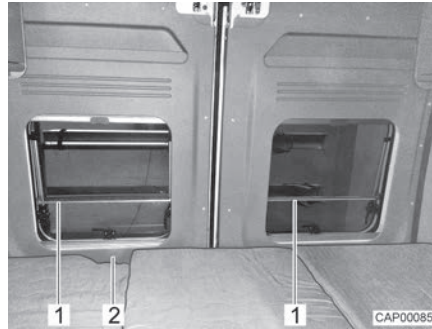

Bild 57 Herausfallschutz (Längsheckbett)
- ▷ Die Fenster der Hecktüren sind mit einem Herausfallschutz (Bild 57,1) ausgestattet. Die Hecktür kann über den Durchgriff (Bild 57,2) von innen geöffnet werden.